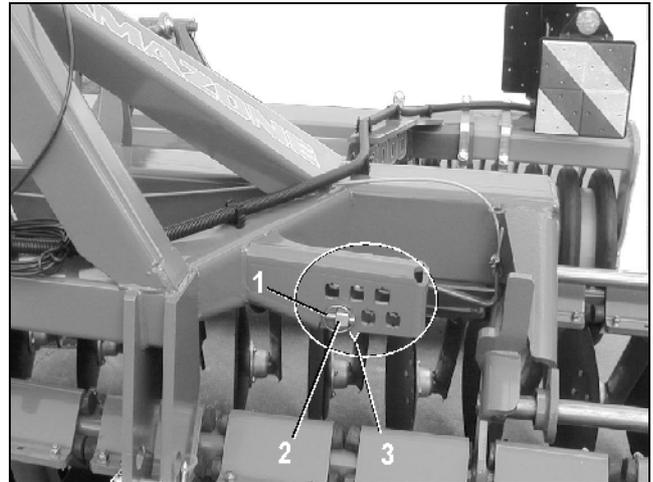
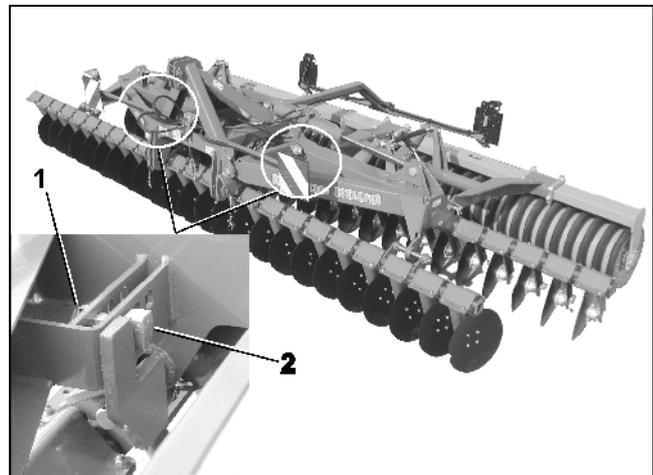

Fig. 12
Fig. 13
**Catros 3001, 4001:** Fig. 12
**Catros 4001-2 hasta 6001-2:** Fig. 13
- Aflojar pasador clavija (Fig. 12/3 y Fig. 13/1).
- Introducir perno excéntrico (Fig. 12/2 y Fig. 13/2) en el sitio deseado.
Un sitio preferente de pasador está marcado con una flecha (Fig. 12/3)